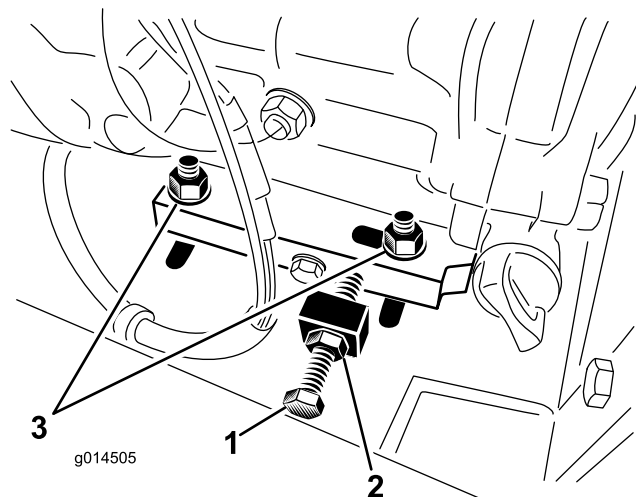

Figura 20
2. Afloje los 4 pernos de montaje del motor y las contratuercas que sujetan el perno de ajuste (Figura 20).